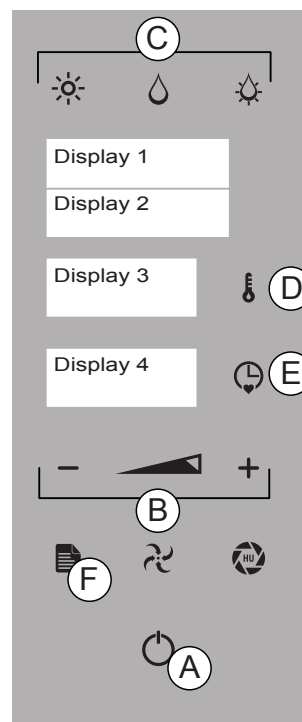

Fig.1
Avec les touches « MOINS » et « PLUS » (Fig 1/B) sélectionner la fonction "SONDE À CŒUR DOUBLE". Enfoncer la touche "ENVOI" (Fig. 1/A) pour confirmer.
5. Configurer le mode de cuisson (Fig 1/C), la température de la sonde (Fig 1/E) et les paramètres souhaités (cf. chap. 5) pour la sonde à cœur interne.
6. Appuyer sur la touche "TEMPS" (Fig 1/E) et configurer le mode de cuisson (Fig 1/C), la température de la sonde (Fig 1/E) et les paramètres souhaités (cf. chap. 5) pour la sonde à cœur externe.
7. Appuyer sur la touche "TEMPS" (Fig 1/E) et la touche "TEMPÉRATURE" (Fig 1/D) pour configurer la température de la chambre de cuisson. Enfoncer la touche "TEMPERATURE" pour confirmer.
Enfoncer la touche "ENVOI" (Fig 1/A) pour lancer la fonction.
8. Pour quitter la fonction, enfoncer la touche "MENU » (Fig 1/F).